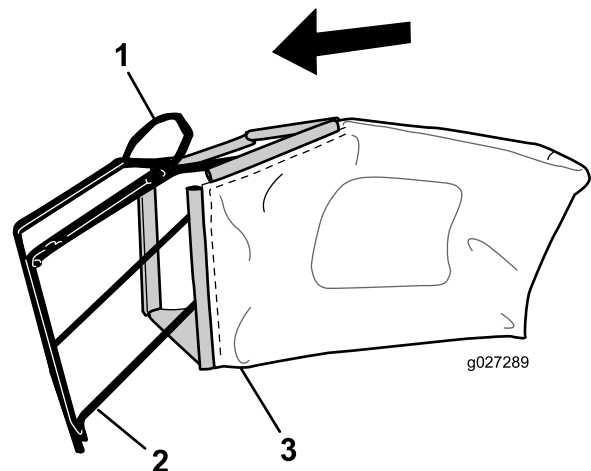

Figura 8
1. Coloque la bolsa de recogida sobre el bastidor, según se muestra en la Figura 8.
Nota: No coloque la bolsa sobre el manillar (Figura 8).